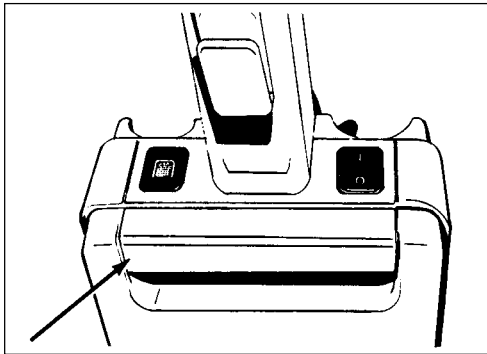

Figure 5
**The Tank Release Bar** (See figure 5)
### **Barrette d'ouverture du réservoir** (Voir figure 5)